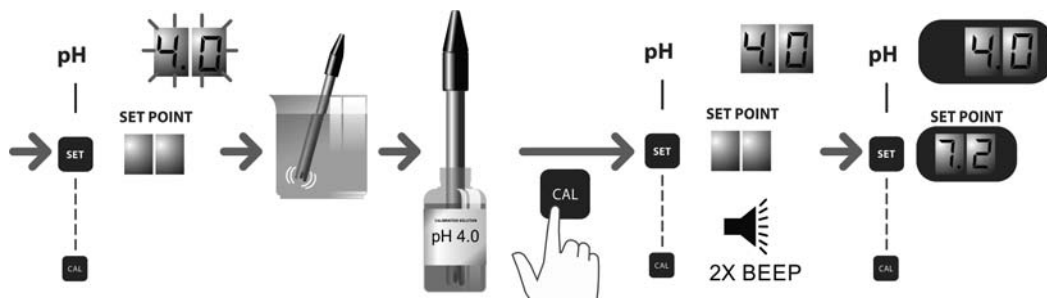

Fig. 15b.
5. Agitar suavemente el electrodo para desprender las gotas de agua que pudiesen quedar adheridas al mismo e introducirlo en la disolución patrón pH=4.0. Agitar suavemente unos segundos y pulsar “CAL” [8]. Una vez estabilizada la lectura aparece “4.0” en la pantalla superior, y seguidamente se emiten 2 “beep” dando por finalizado el proceso. El regulador saldrá automáticamente del modo de calibración y quedará operativo. (Fig. 15b).